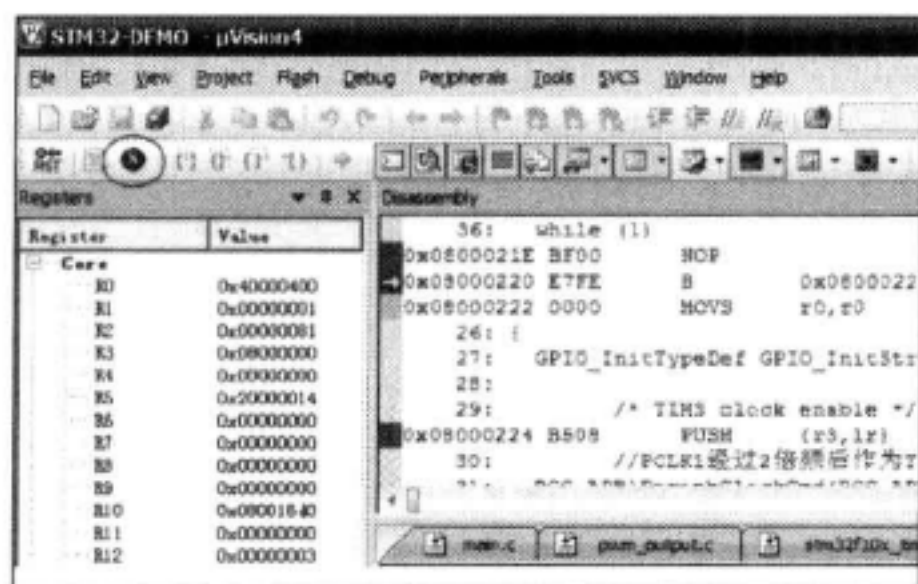

图 13-21 停止运行
8) 我们可以点击停止按钮, 让 PWM 信号静止显示。见图 13-21。